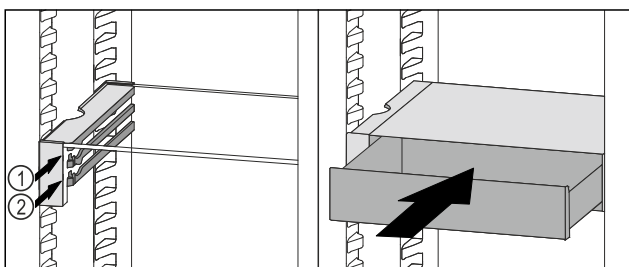

Fig. 212
- Vendosni sirtarin VarioSafe prapa ndaluesve në brinjën që dëshironi Fig. 212 (1) ose Fig. 212 (2).